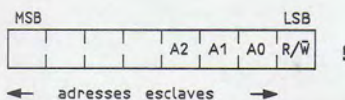

Figure 6
**figure 6** permet une meilleure vue d'ensemble de l'adressage d'un composant.